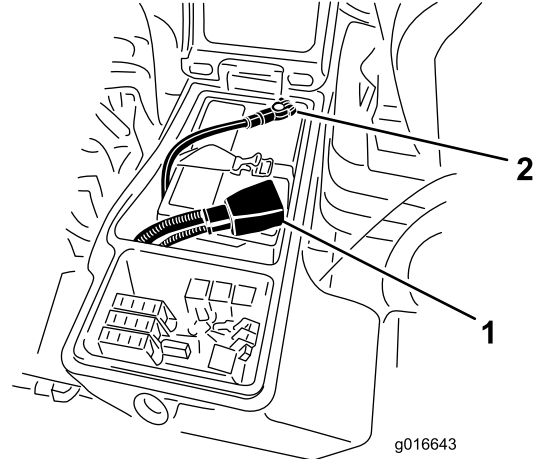

图 57
4. 将正极红色接线连接到正极 (+) 电池端子负极黑色接线连接到负极 (-) 电池端子 (图 57)。使用平头螺丝